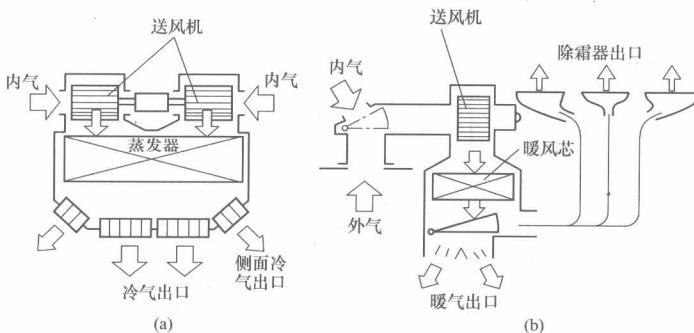

图 1-9 单一功能型汽车空调
1) 单一功能型。空调制冷系统和采暖系统各自单独工作，其结构如图 1-9 所示，制冷和采暖系统各自分开，由两个完全独立的冷风机和暖风机所组成，各有各的送风机，控制系统也是完全分开的。这种空调主要用于大型客车和载货汽车上。